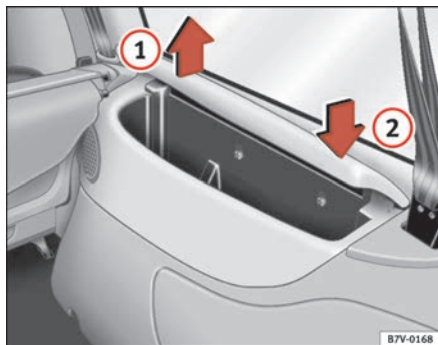

Abb. 102 Ablagefächer im Gepäckraum
**Zum Öffnen** in Pfeilrichtung am Deckel ziehen ① ⇒ Abb. 102.
**Zum Schließen** den Deckel in Pfeilrichtung drücken ② ⇒ Abb. 102. ■